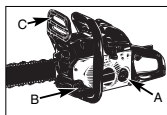

Fig. 8
1. Umpleți rezervorul de combustibil (A) cu amestecul de combustibil corespunzător (fig. 8).
2. Umpleți rezervorul de ulei (B) cu uleiul corespunzător pentru lanțuri și șine (fig. 8).
3. Asigurați-vă că frâna de lanț (C) este decuplată înainte de pornirea motorului.